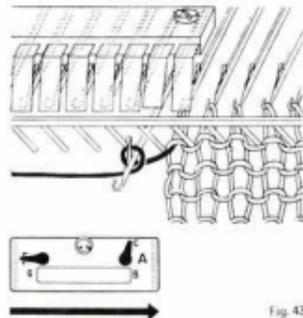

Fig. 43
**Links 1 Masche aufnehmen.** Wie rechts, jedoch das Garn mit dem Uhrzeigersinn einlegen und A-B-C-Hebel zuerst auf C stellen, Fig. 43.